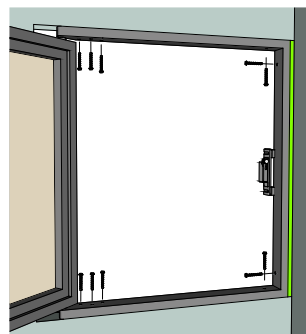

Рис. 13
- 3) Откройте створку люка и зафиксируйте раму люка к проёму крепежными элементами сверху, снизу, со стороны замка (Рис.13).